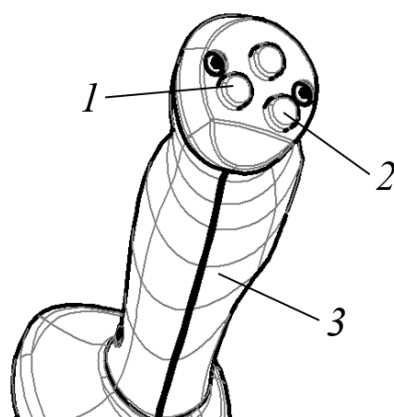

Рисунок 1. Рукоятка джойстика
3. Зажать обе кнопки (поз. 1-2, рис. 1) на передней части рукоятки.